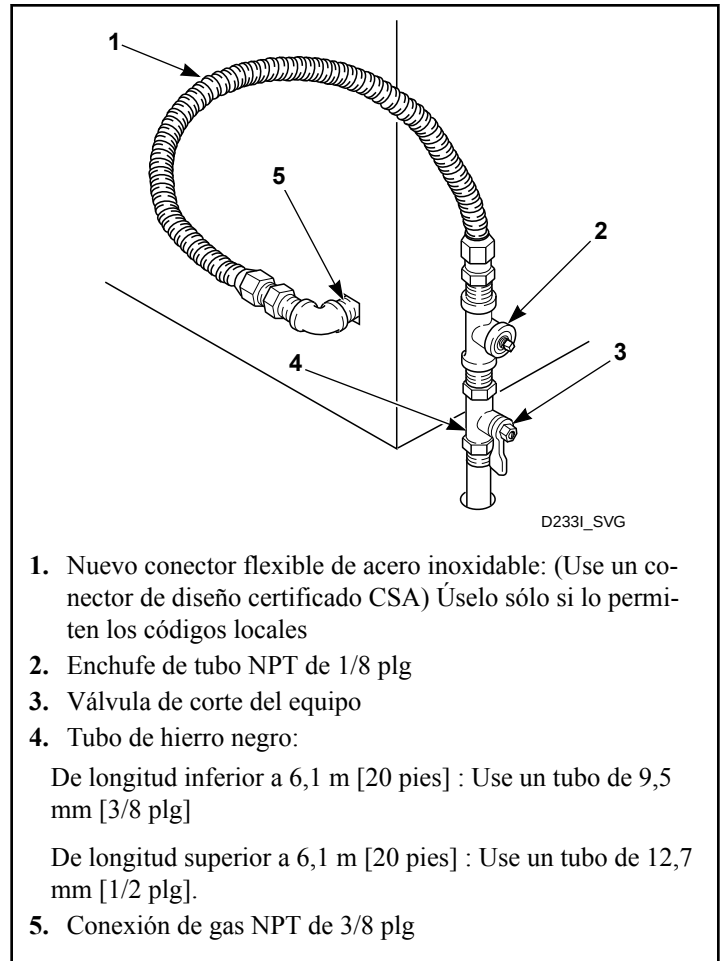

Figura 8
**NOTA: Cuando realice la conexión a una línea de gas, debe instalarse una válvula de cierre del equipo conforme al National Fuel Gas Code, ANSI Z223.1/NFPA 54 o el Natural Gas and Propane Installation Code, CSA B149.1 a una distancia de 1.8 m [6 ft] de la secadora. Debe instalarse un tapón de tubo con NPT de 1/8 in como se indica, para verificar la presión de entrada. Consulte la Figura 8.**